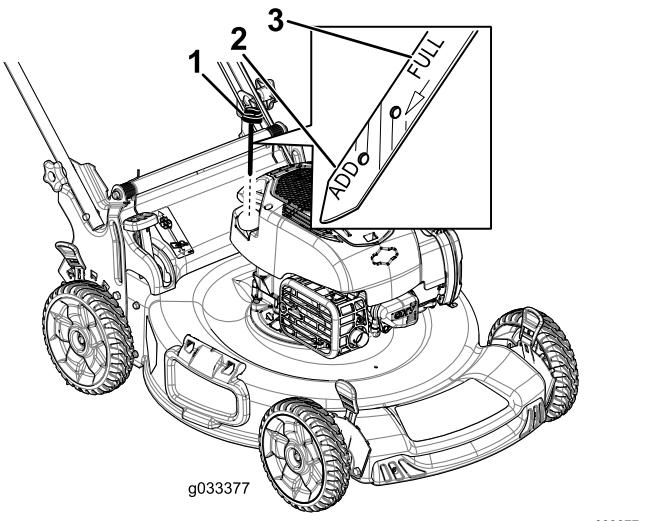

Figura 8
2. Girate il tappo in senso antiorario ed estraete l'asta di livello (Figura 8).
7. Controllate il livello dell'olio sull'asta (Figura 8).